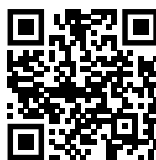

Fig. 60
- ▶ Zaženite aplikacijo Liebherr SmartMonitoring Dashboard. (glejte Fig. 60)